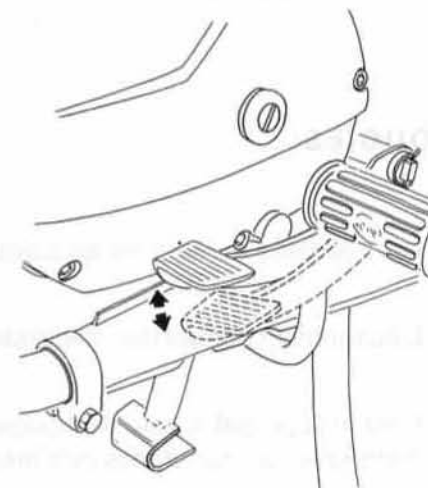

FIG. 4
- Vérifier la garde à la pédale de frein (fig. 4), celle-ci doit être comprise entre 15 et 20 mm.